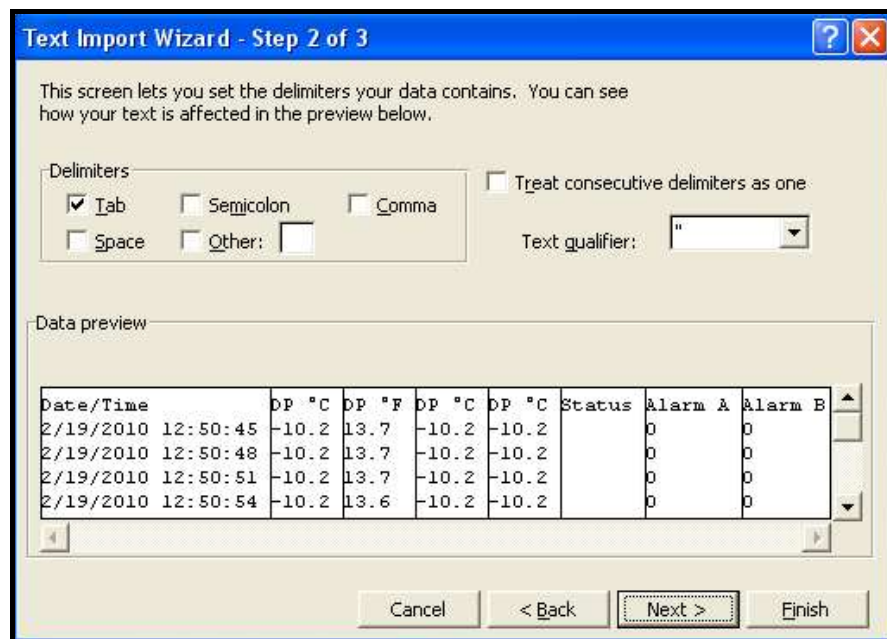

Figure 63: Assistant d'importation Excel - Etape 2
5. Suivez les instructions affichées à l'écran, apportez des modifications éventuelles puis cliquez sur Suivant > (Next >). L'écran suivant s'affiche (voir la Figure 63 on page 72).